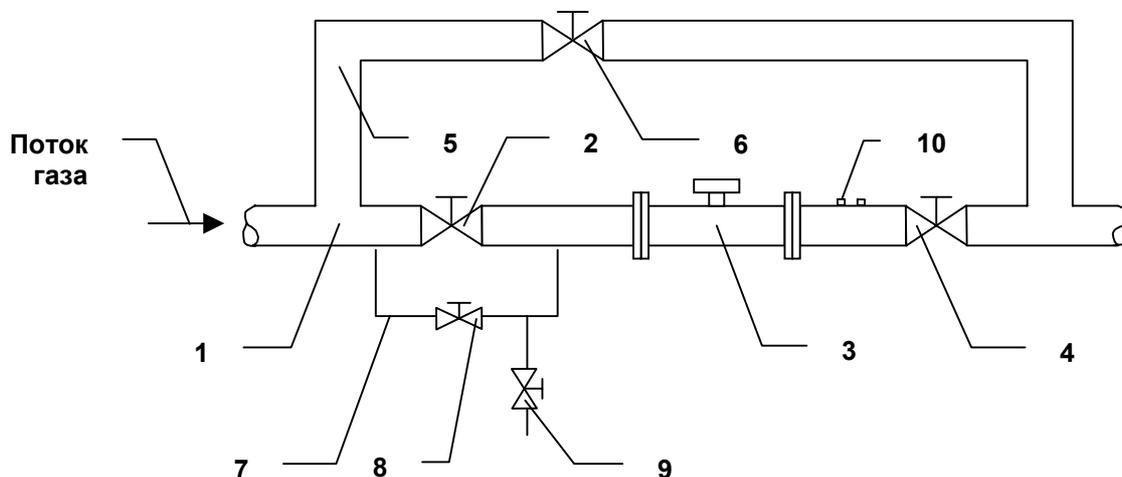

Рис. 3. Установка счетчика с перепускным каналом
- 3.13.5. Для трубопроводов с давлением свыше 16 атм схема установки счетчика приведена на рис. 3. Перепускной канал 7 позволяет избежать резких перепадов давления на счетчике при открытии вентилей трубопровода. Диаметр канала должен быть от 20 до 25 мм. Вентили 8 и 9 позволяют плавно повышать давление при пуске счетчика.
- 6.5. Пуск счетчика с перепускным каналом (см. рис. 3)